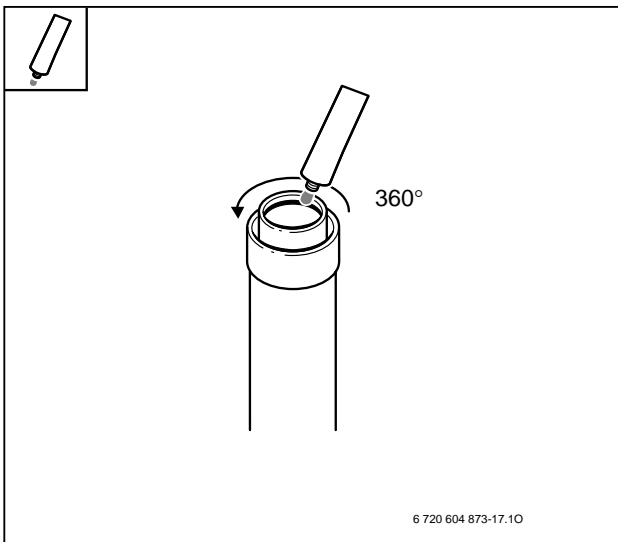

Figura 1
- La junta en el lado de los gases quemados se lubricará ligeramente (Figura 1) con una grasa sin disolventes (por ejemplo, vaselina).